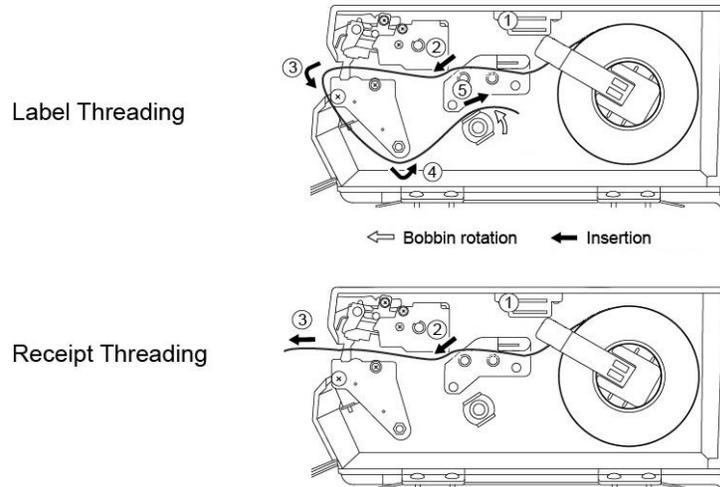

Figure 7-5. Enhebrado del papel
5. Enhebre el papel como se muestra en la Figure 7-5